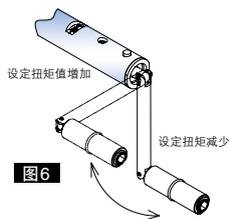

图6
例4 QLE2/CLE2/DQLE2/PHLE2时(图6,7)
- ① 卸下加长手柄转动调整工具。(图6)顺时针旋转调整工具扭矩值增加,逆时针旋转则扭矩值减少。